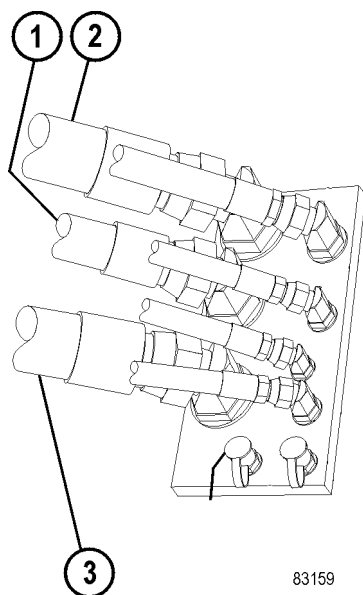
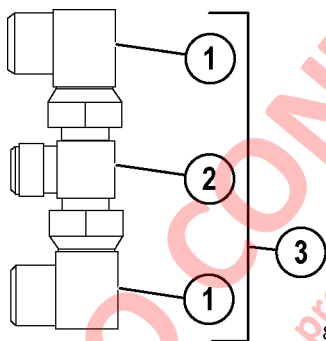

FIGURA 10-5. LÍNEAS DE LOS FRENOS TRASEROS LATERALES
FIGURA 10-6. CONJUNTO DE ACOPLE
Existen herramientas especiales de lavado del sistema hidráulico para el camión 930E. Los bloques de derivación del sistema de levante (PC3074) y la manguera de lavado del sistema de dirección (XB5777) deben estar en la faena antes o durante el ensamblaje en terreno. De esta manera, cuando se arranca el motor por primera vez, el sistema hidráulico se puede lavar y se pueden retirar los escombros del sistema hidráulico. También se necesitará el conjunto de acople (XB7075) que se muestra en (3, Figura 10-6).
10. En la carcasa del eje trasero, use el conjunto de acople (3, Figura 10-6) para conectar las líneas de enfriamiento de frenos (1, 2 y 3, Figura 10-5). Tape los tres acoples abiertos en la carcasa del eje con tapas limpias. Es posible que deba retirar varias abrazaderas de manguera para conectar las tres mangueras al conjunto de acople.